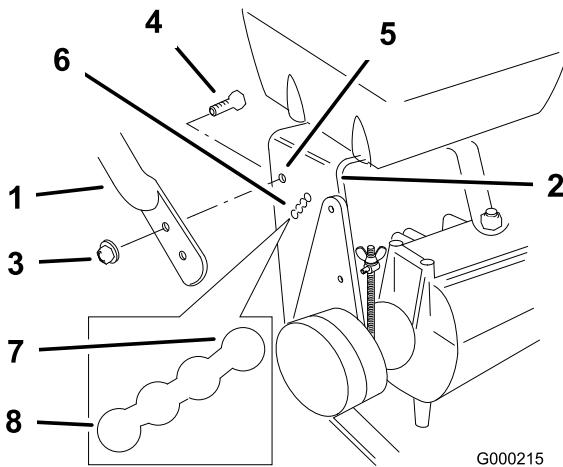

Figure 18
- Desserrez les boulons à embase supérieurs (3/8 x 1 pouce) et l'écrou à embase de fixation du guidon au bâti arrière (Figure 18).
- Retirez les boulons à embase supérieurs (3/8 x 1 pouce) et les écrous à embase de fixation du guidon au bâti arrière (Figure 18).